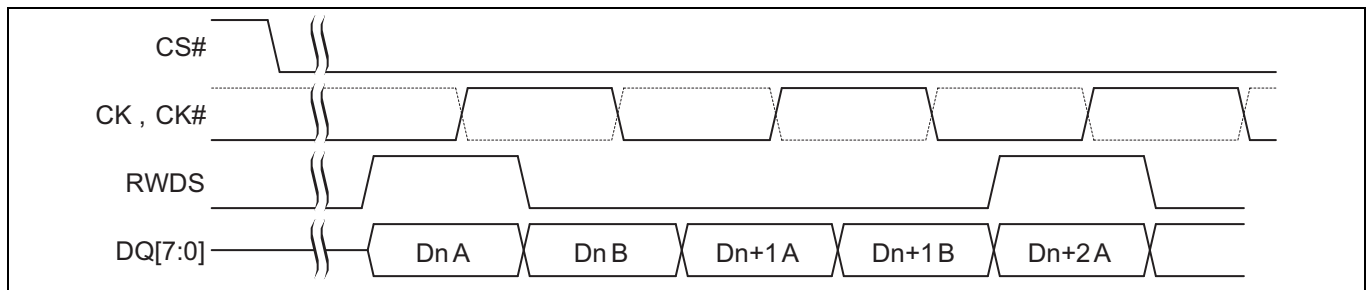

Figure 8 書き込みトランザクション中のデータ配置 [17,18,19,20]
- Figure 8 に HYPERBUS™ 上の書き込みトランザクションの一部を示します。
21. Figure 8 は HYPERBUS™ 上の書き込みトランザクションの一部を示します。